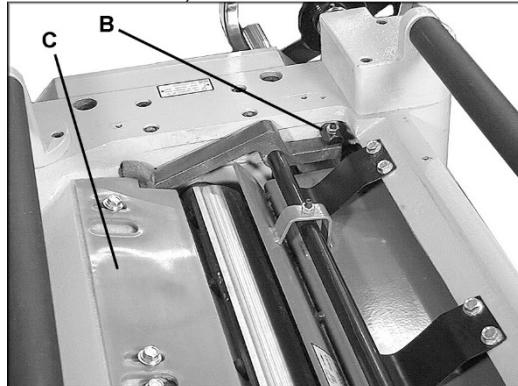

Рис. 25
- Ослабьте стопорные гайки (B, см. Рис. 25) с обеих сторон планки и прокрутите установочные винты.
- Когда прижимная планка коснется верхней части мерного блока, затяните стопорные гайки (B, см. Рис. 25).
Щиток (C, см. Рис. 25) предотвращает попадание стружки на ролик разгрузки. Щиток следует установить на расстоянии приблизительно равном 1,6 мм от лезвия ножа. Удостоверьтесь, что передний край устройства скончен и повторяет форму строгального вала.